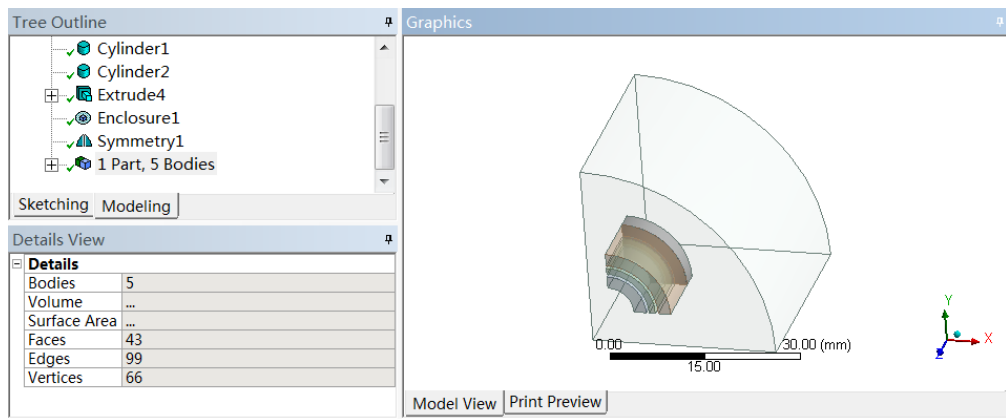

图 24-7 DM 模型
- 3) 双击项目 A 中的 A2 栏“Geometry”, 会进入到 DM 界面, 查看模型如图 24-7 所示。此时如果设计树中显示 ⚡, 则表示需要生成模型, 可进行步骤 4), 否则可直接进入步骤 5)。